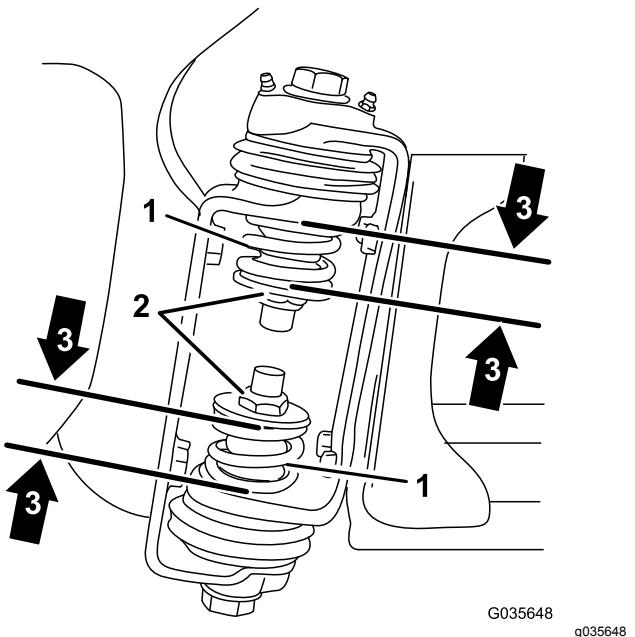

Рисунок 4
3. На шарнире секции измерьте степень сжатия верхней и нижней пружин, пока секции находятся в выдвинутом положении (Рисунок 4).